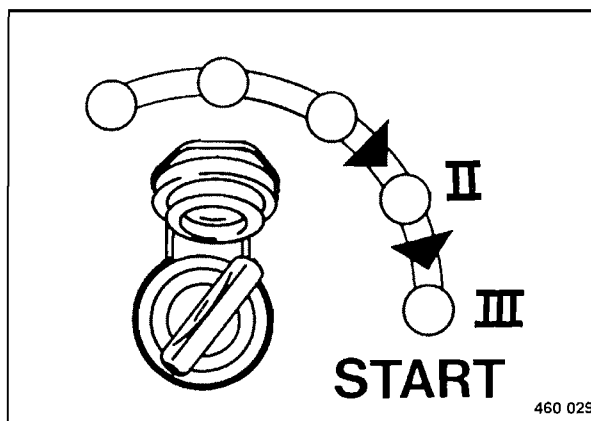

Fig. 40
- Girar la llave de encendido (Fig. 40) en posición "III" pasando por posición "II", el motor de arranque gira el motor.